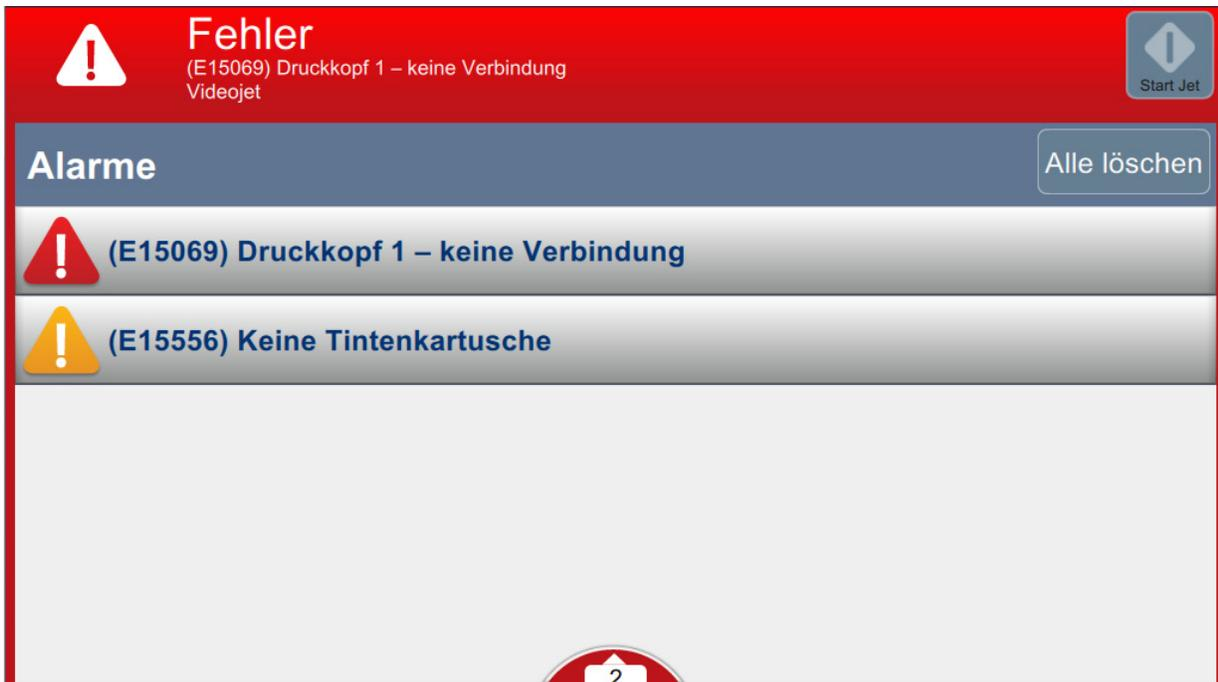

Abbildung 8-6: Fehlerliste.
1. Berühren Sie die Schaltfläche  in der Statusleiste, um eine Liste der nicht gelöschten Fehler anzuzeigen (Abbildung 8-6).